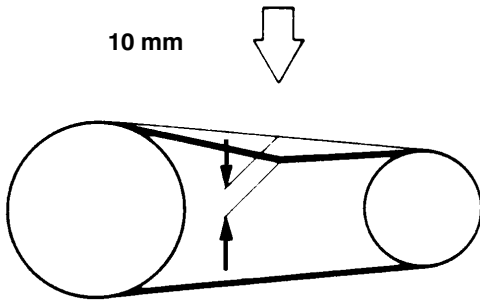

Fig. 32 Contrôle de la tension de la courroie
- La tension désirée de la courroie trapézoïdale est la tension la plus basse possible quand la courroie ne glisse pas à pleine charge. La tension de la courroie est bonne lorsque celle-ci cède de **10 mm** sous une forte pression exercée par le pouce entre les poulies à gorge (Fig. 32).